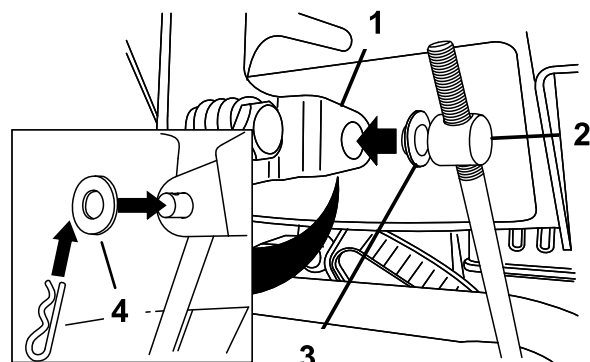

Bild 11
3. Entfernen Sie den Splint und die äußere Scheibe vom Drehzapfen am oberen Ende des Geschwindigkeitseinstellgestänges (Bild 11).
Hinweis: Lassen Sie die Flachscheibe auf dem Drehzapfen, um den Einbau zu vereinfachen (Bild 11).
6. Heben Sie die Geschwindigkeitsschaltstange an und setzen Sie den Drehzapfen in das Loch im Geschwindigkeitsschalthebel (Bild 11).
- B. Schließen Sie den Drehzapfen vom Geschwindigkeitsschalthebel ab (Bild 11).
- C. Drehen Sie den Drehzapfen auf der Geschwindigkeitsschaltstange nach unten (nach rechts) (Bild 11).
- D. Schließen Sie den Drehzapfen am Geschwindigkeitsschalthebel an (Bild 11).